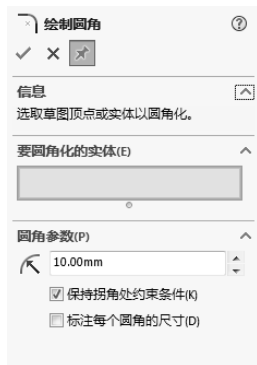

图 2-48 “绘制圆角”属性管理器
1) 在草图编辑状态下，选择菜单栏中的“工具”→“草图工具”→“圆角”命令，或者单击“草图”工具栏中的（绘制圆角）按钮，或者单击“草图”面板中的“绘制圆角”按钮，系统弹出的“绘制圆角”属性管理器如图 2-48 所示。